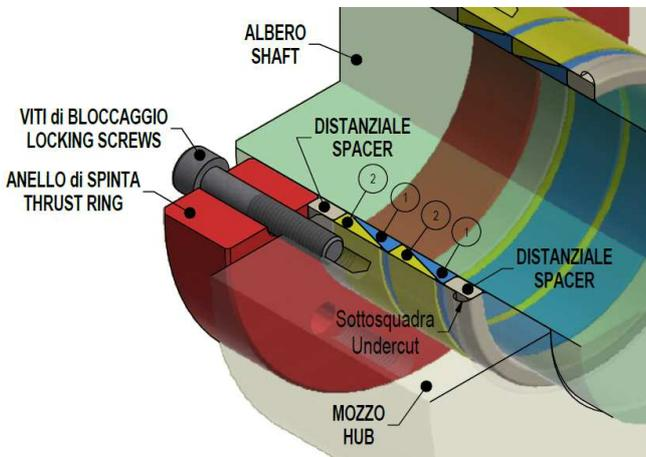

Fig. 2. Esempio di disegno con mozzo filettato.
- **Il serraggio del calettatore si ottiene mediante un anello di spinta\* a disegno cliente e un gruppo di viti di bloccaggio, da serrare in fori filettati praticati nel mozzo o nell'estremità d'albero (fig. 2, 3). Il montaggio può richiedere dei distanziali. Gli elementi di serraggio e i distanziali non sono forniti da MAV S.p.A.**
**I calettatori MAV 3003 si serrano mediante un anello di spinta a disegno cliente e un gruppo di viti di bloccaggio, da serrare in fori filettati praticati nel mozzo o nell'estremità d'albero (fig. 2, 3). Il montaggio può richiedere dei distanziali. Gli elementi di serraggio e i distanziali non sono forniti da MAV S.p.A.**